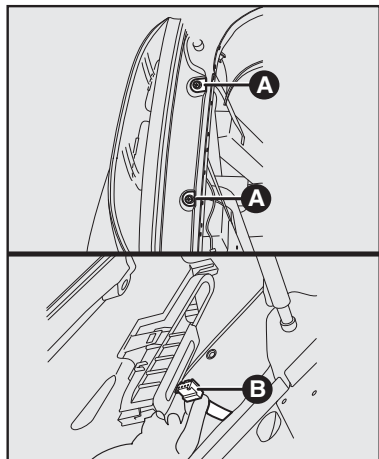
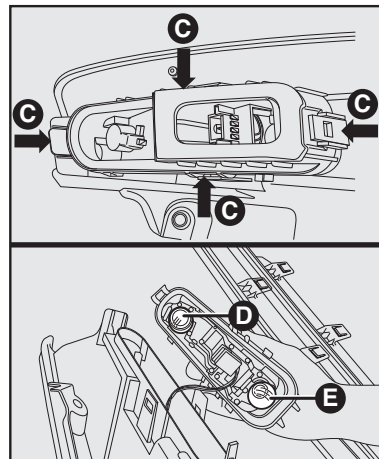

fig. 23
fig. 24
- fig. 23 y fig. 24
- quite los tornillos de fijación **A** - fig. 23;
- desconecte el conector eléctrico **B** - fig. 23 y saque el grupo óptico.
- quite el porta lámpara desbloqueándolo en los puntos **C** - fig. 24;